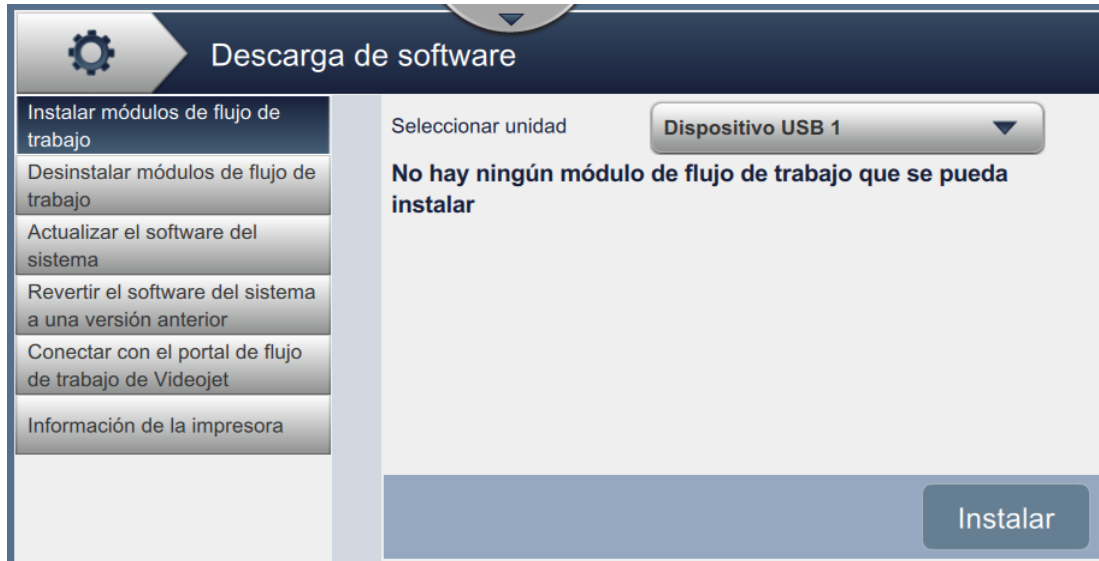

Figura 6-22: Pantalla Descarga de software
1. Pulse el botón  de la pantalla Herramientas. Se abrirá la pantalla Descarga de software, como se muestra en la Figura 6-22.